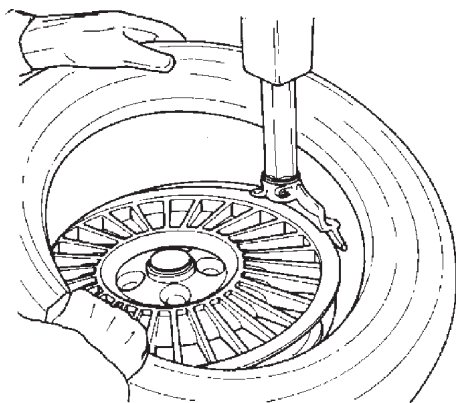

Fig.4.2-3
**B.** Bloquer la jante sur l'autocentreur et la tourner pour avoir la vanne sur 2h. Mettre le pneu sur la jante. Approcher le bras déporté et mettre l'outil en position de travail (Fig. 4.2-3). Engager le talon inférieur AU-DESSUS de l'ailette de montage et EN-DESSOUS de la languette de l'outil (Fig. 4.2-3). Faire tourner l'autocentreur dans le sens des aiguilles d'une montre (pressé le pédale a la droite) et pousser le talon dans le creux en position opposée à l'outil